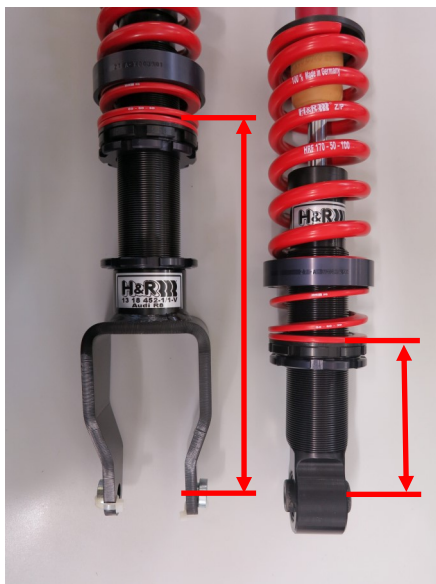
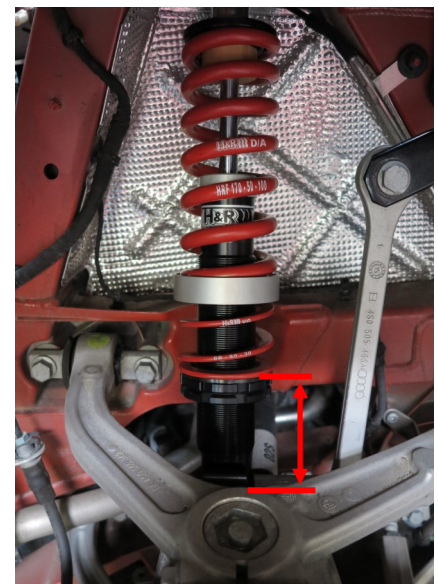

Abb. 1: Einstellmaß VA & HA
Abb. 3: Einstellmaß HA
- **Einstellmaß VA , Abb. 1 und Abb. 2:**
- **Einstellmaß HA, Abb. 1 und Abb. 3:**